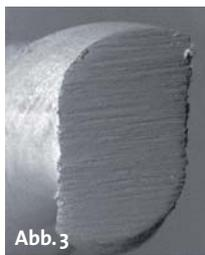

Abb. 3
Zum Zeitpunkt dieses Artikels befinden sich zwei speziell für reziproke Bewegung entwickelte Feilensysteme am Markt. Zum einen sind dies RECIPROC® Feilen von VDW, München, zum anderen WaveOne™ Feilen von DENTSPLY Maillefer, Schweiz. Beide Feilen werden aus einer neuartigen NiTi-Legierung, dem M-Wire®, hergestellt. Durch eine spezielle thermische Behandlung entsteht eine einzigartige nanokristalline Martensit-Struktur. Diese Struktur führt ebenfalls zu einer geringeren zyklischen Ermüdung und erhöhten Flexibilität verglichen mit aus herkömmlichem NiTi hergestellten Feilen.17 Beide Feilensysteme sind in den Längen 21, 25 und 31 mm erhältlich. Die Unterschiede zwischen den Feilensystemen liegen mehr im Detail. So unterscheiden sich die Feilenquerschnitte deutlich. Die RECIPROC® Feilen haben einen in etwa s-förmigen Querschnitt, während WaveOne™ Feilen einen variablen Querschnitt aufweisen. Diese Feile weist im apikalen Anteil einen dreiecksförmigen konkaven Querschnitt auf, während sie im apikalen Anteil einen eher konvex dreiecksförmigen Querschnitt aufweisen (Abb. 3 und 4). Bedingt durch die unterschiedlichen Querschnitte ergeben sich auch unterschiedliche Kerndurchmesser. Dabei gilt die Faustregel: Je größer der Kerndurchmesser, desto geringer die Flexibilität des jeweiligen Instrumentes. Der s-förmige Querschnitt der RECIPROC® in Verbindung mit scharfen Schneidekanten führt verglichen mit WaveOne™ zu einem größeren Spanraum und einer besseren Schneideleistung.18 Eine verbesserte Schneideleistung ist wiederum assoziiert mit einer erhöhten Effektivität der Kanalreinigung.19 Eine Gemeinsamkeit beider Feilensysteme ist eine stumpfe, nicht schneidende Führungsspitze. Dies führt zu einer sehr zentrierten Aufbereitung des Wurzelkanals, welche der von vollrotierenden Systemen überlegen sein soll (Abb. 5).20 Beide Systeme bestehen aus lediglich drei unterschiedlichen Feilen. Bei RECIPROC® sind dies die R25 mit .08 Taper, die R40 mit .06 Taper sowie die R50 mit .05 Taper. Ähnlich den Mtwo® Feilen (VDW, München) verfügen auch die RECIPROC® Feilen über einen sogenannten progressiven Schneideabstand. Das bedeutet, der Schneideabstand wird von apikal nach koronal größer. Dies erleichtert den Debris-Transport nach koronal. Als Besonderheit weisen die RECIPROC® Feilen
**Abb. 3:** Querschnitt einer RECIPROC® Feile. – **Abb. 4:** Querschnitt einer WaveOne™ Feile – 13 mm, 6 mm und 3 mm von der Feilenspitze. – **Abb. 5:** Nicht schneidende Führungsspitze RECIPROC®.